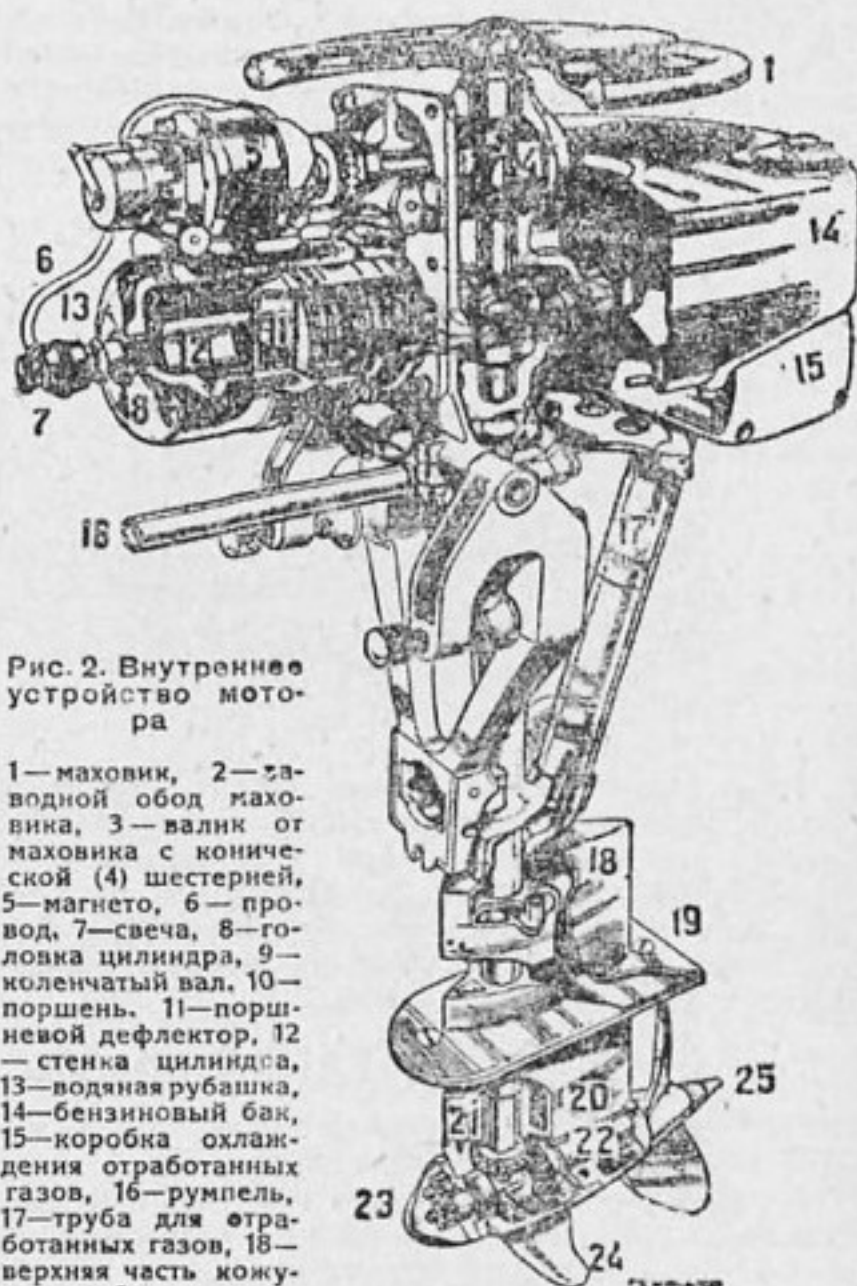

Рис. 2. Внутреннее устройство мотора
Перейдем теперь от внешнего вида к внутреннему устройству двигателя, начав с его верхней части (рис. 2). Крепкий стальной маховик (1) снабжен заводным ободом (2), который охватывается ремнем; маховик приводится в быстрое вращение, чтобы пустить в ход двигатель; большой диаметр заводного обода и
Весь корпус двигателя сделан из алюминиевого сплава, чтобы предупредить его раз'едание соленой водой. Магнето отличается безусловной водонепроницаемостью; можно вылить на него несколько ведер воды, но искра будет подаваться им безостановочно. Рабочие части двигателя отличаются высокой уравновешенностью, а потому даже при 4500 оборотах не вызывают сильного дрожания корпуса. Наконец, рис. 2 показывает нам, каким образом вертикальный вал, приводимый в движение коленчатым валом, сцеплен коническими шестернями с горизонтальным валиком, на котором насажен гребной винт с двумя лопастями.